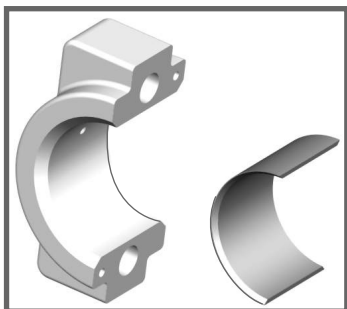

Fig. 57
- 7- Retirar a parte superior e inferior da bronzina (Fig. 57)